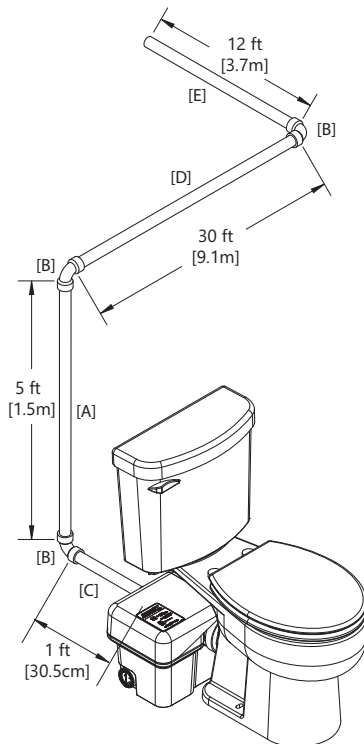

Figure 2. Exemple calculs
**Par exemple :** 1 po, nom. 40 est utilisé pour l'évacuation. Il parcourt 30,48 cm (1 pi) à l'horizontale, tourne à 90° et s'élève de 1,52 m (5 pi) à la verticale. Son parcours est ensuite à l'horizontale avec un autre virage à 90° (3 virages en tout) avant d'être raccordé au tuyau de chute. Voir l'illustration ci-dessous. Faire référence à Figure 2.